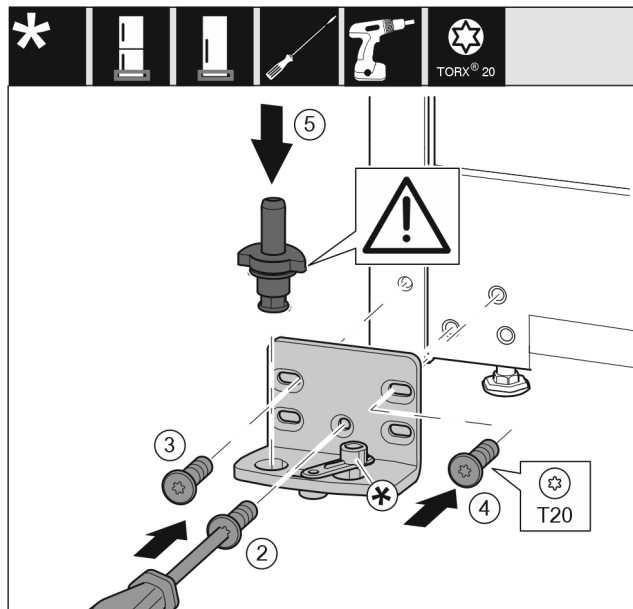

Fig. 16
- ▶ Założyć płytkę zawiasu z drugiej strony i przykręcić śrubokrętem. Rozpocząć od śruby Fig. 16 (2) dolnej umieszczonej na środku.
- ▶ Dokręcić śrubę Fig. 16 (3) i śrubę Fig. 16 (4).
- ▶ Założyć cały trzpień zawiasu Fig. 16 (5). Zwrócić przy tym uwagę, by krzywka zatrzaskowa wskazywała do tyłu.